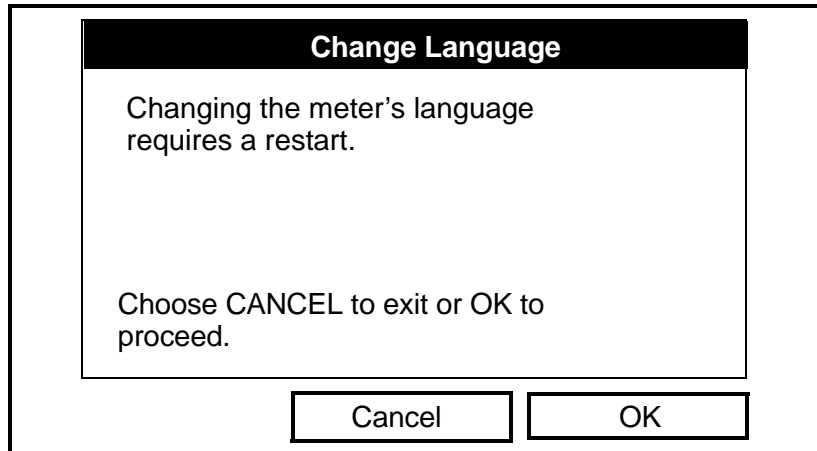

Figura 3-16: Ventana de confirmación de cambio de idioma
5. Para cambiar el idioma es necesario reiniciar el PT878. Cuando aparezca una ventana como la de la figura 3-16, pulse [F2] para cancelar el cambio o [F3] para confirmarlo.